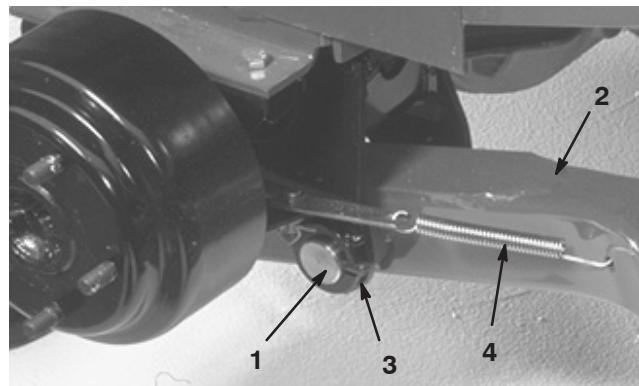

Bild 2
- Befestigen Sie einen Hubarm mit einem Schwenkstift und einem Splint an der Schwenkhalterung (Bild 2). Die Enden der Hubarme müssen sich nach außen krümmen.
- Haken Sie die Bremsrücklauffeder in das Loch im Hubarm ein (Bild 2).